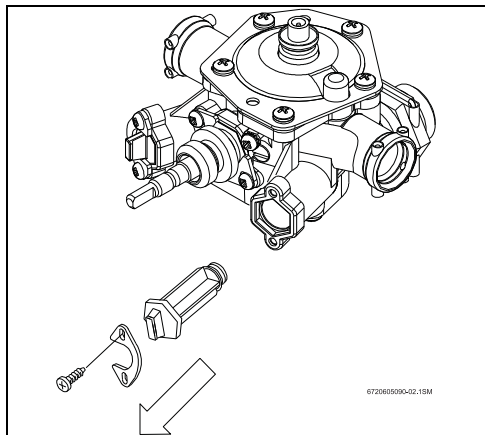

Fig. 2
- ▶ Desserrer les fixations pour les faux bouchons sur la robinetterie d'eau. Enlever les faux bouchons pour eau froide et eau chaude de la robinetterie d'eau (voir Fig. 2).